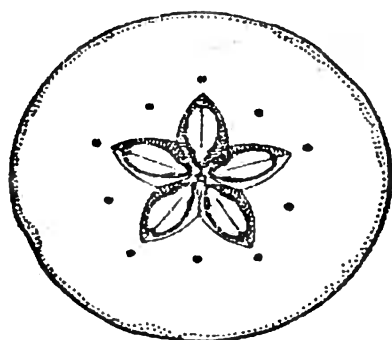

Fig. 4.
**5. Coupons une pomme.** — Coupons-la en travers (*fig. 4*). Au milieu nous voyons cinq petites loges limitées par une membrane coriace et contenant chacune un ou deux pépins allongés et pointus comme ceux du raisin, mais de forme plus régulière. Comme dans le raisin, la pointe du pépin est tournée vers l'attache du pédoncule.